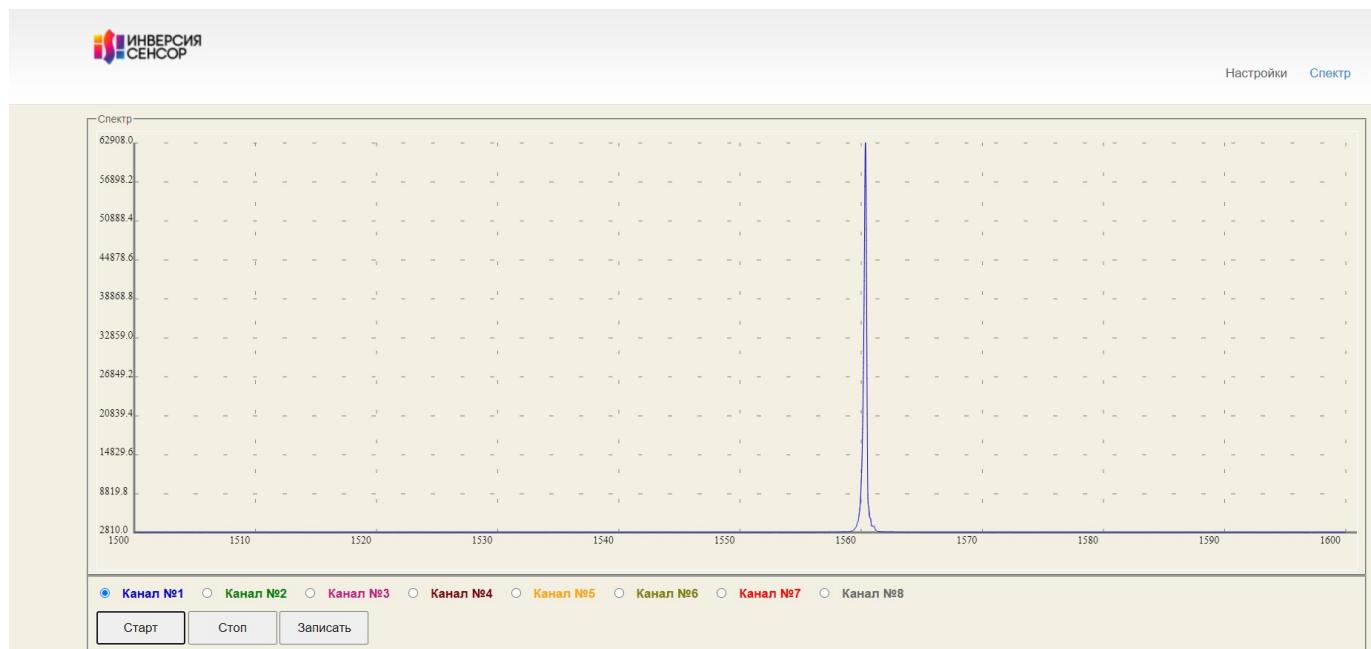

Рисунок 9 – Спектр
8.12 Для просмотра спектра необходимо перейти в меню «Спектр», выбрать номер канала и нажать кнопку «Старт» (см. рисунок 9).